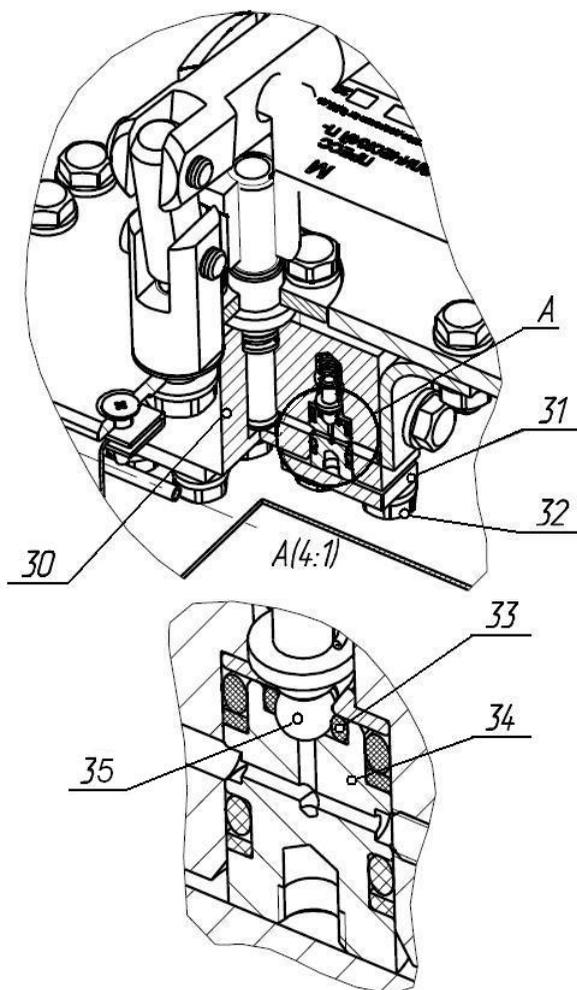

Рисунок 3 – Устройство клапанного блока насоса гидропресса П-70
– вывернуть 8 болтов (поз. 32, рисунок 3) (по 4 болта на каждом клапане);
– снять пластину (поз. 31, рисунок 3);
– из корпуса насоса (поз. 30, рисунок 3) вынуть седло клапана (поз. 34, рисунок 3) с использованием резьбового отверстия М4-7Н;
– вставить седло клапана (поз. 34, рисунок 3) в корпус насоса (поз. 30, рисунок 3);
– поставить пластину (поз. 31, рисунок 3);
– завернуть болты (поз. 32, рисунок 3) до упора в корпус насоса (поз. 30, рисунок 3).